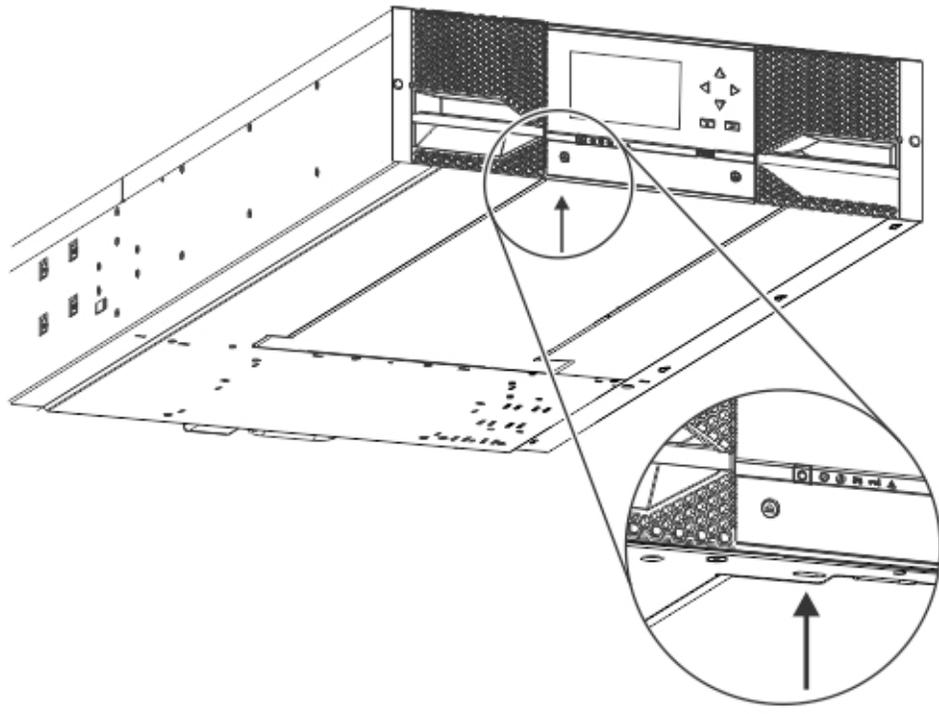

图 32. 解锁弹簧锁
- c. 用一只手托住底盖。将小型平头螺丝刀或梅花型螺丝刀插入该孔，向左横向滑动约 4 毫米以解锁弹簧锁。请参阅第 42 页的图 32。